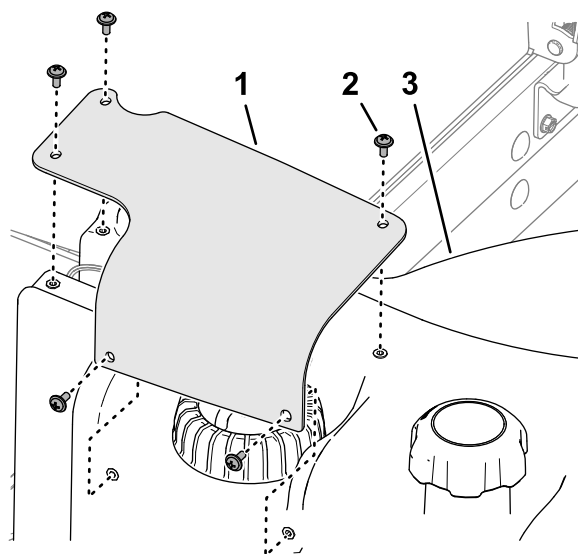

図 88
2. 燃料センダのカバーを燃料タンクに固定しているプラスねじ 5本を外してカバーを外す **図 88**。